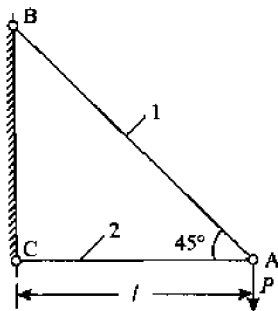

图 2-46
1. 如图 2-46 所示三角架受力 P 作用, 杆的截面积为 A , 弹性模量为 E , 试求杆的内力和 A 点的铅垂位移 δ_{Ay} 。